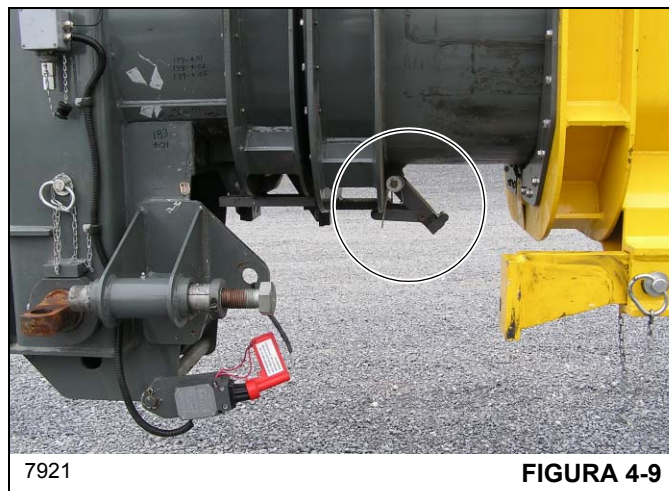

FIGURA 4-9
5. Extienda la pluma lo suficiente para desengranar el bloque de tope bajo tensión de resorte de la pluma (Figura 4-9).